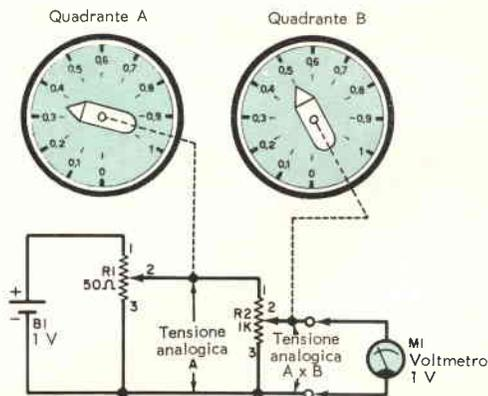
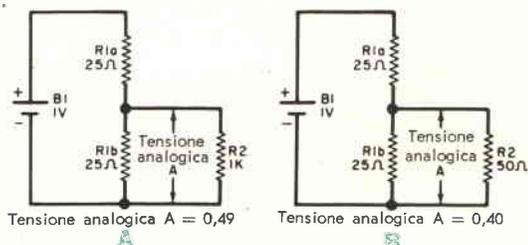
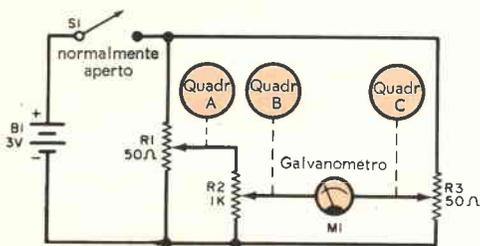

Fig. 2 - Due potenziometri collegati in cascata danno una tensione analogica pari al prodotto che si ha moltiplicando fra loro le indicazioni degli indici.
Fig. 3 - Questi circuiti mostrano la causa dell'errore di carico quando R2 ha il valore di 1 kΩ (A) e quando R2 ha invece il valore di 50 Ω (B).
**Fig. 4** - Quando la tensione sul cursore di R3 è uguale alla tensione analogica A per B, ossia è di 0,50 V, non è presente alcun errore di calcolo.
Questa apparente capacità dei potenziometri di compiere moltiplicazioni è posta meglio in luce dalla *fig. 2*. La batteria B1 applica 1 V ai capi del potenziometro R1; l'indice sul quadrante A viene portato su 0,36 così che la tensione analogica A ricavata sul cursore di R1, pari a 0,36 V, viene applicata al potenziometro R2. L'indice del quadrante B viene portato sulla posizione corrispondente a 0,5, così che la tensione al cursore di R2 sarà soltanto 0,5 volte la tensione applicata a R2, o più semplicemente sarà 0,36 moltiplicato 0,50. La tensione che si ricava dal cursore di R2 è appropriatamente chiamata tensione analogica A per B ed il voltmetro M1 indica che questa tensione ha il valore di 0,18 che corrisponde appunto al prodotto di  $0,36 \times 0,50$ .
**Errore di carico** - Ritornando nuovamente alla *fig. 2* si nota che il valore del poten-
ziometro R1 è di 50 Ω mentre il potenziometro R2 è un'unità da 1.000 Ω. La ragione di tutto ciò è molto semplice, purché si consideri la calcolatrice analogica come una semplice rete in corrente continua. La *fig. 3-A* è corrispondente alla *fig. 2* nel caso in cui il cursore di R1 sia posto sulla posizione di 0,50 ossia sulla sua posizione intermedia. Di conseguenza R1a
di *fig. 3-A* rappresenta la metà superiore di R1 di *fig. 2* (cioè la porzione compresa fra i terminali 1 e 2); analogamente R1b rappresenta la metà inferiore di R1 (cioè la porzione di circuito compresa fra i terminali 2 e 3). Noi sappiamo, dalla posizione dell'indice sul quadrante, che la tensione analogica A dovrebbe essere di 0,50 V. Tuttavia vediamo ora dalla *fig. 3-A*
In primo luogo, siccome R1b e R2 sono collegati in parallelo, la loro resistenza risultante è approssimativamente di 24,4  $\Omega$ . Usando la legge di Ohm troviamo che la caduta di potenziale ai capi di R1b (collegato in parallelo a R2) è approssimativamente di 0,49 V. Ciò significa che R2 di *fig. 2* tenderà ad abbassare il valore vero della tensione analogica A ed introdurrà un piccolo errore. Nel caso citato questo errore è soltanto del 2% che per questo semplice circuito di calcolatrice non è molto grande.
In *fig. 3-B* il valore di R2 è stato scelto di soli 50  $\Omega$  per illustrare l'effetto di carico di R2 su R1b. In questo caso, la resistenza risultante di R1b e R2 è approssimativamente di 17  $\Omega$ . Applicando ancora la legge di Ohm, troviamo che la tensione analogica applicata ai capi di R1b e R2 sarà approssimativamente 0,40 V.
Paragonata alla vera tensione analogica A che è di 0,50 V, l'effetto di carico di un potenziometro da 50  $\Omega$  introdurrà un errore del 20%, che è un errore inaccettabile nella maggior parte dei casi. Risulta quindi evidente che, quando due potenziometri sono collegati come in *fig. 2*, il secondo potenziometro (R2) dovrebbe avere un valore di resistenza molte volte maggiore di quello del primo (R1).
metro (M1) usato in *fig. 2* è quello di sostituire al voltmetro un indicatore che non assorba alcuna corrente per indicare la tensione analogica ricavata da un potenziometro. Un tale dispositivo è costituito dal galvanometro indicatore illustrato schematicamente in *fig. 4*.
Un esame più accurato del circuito di *fig. 4* rivela che la corrente scorre attraverso il galvanometro M1 ogni volta che i cursori dei potenziometri R2 e R3 sono su posizioni alle quali corrispondono potenziali diversi fra loro. Questa condizione produce una deflessione nell'indice del galvanometro che si sposta verso sinistra o verso destra rispetto alla sua posizione centrale di riposo o di zero.
Un fatto importante che si rileva da *fig. 4* è che il potenziometro R3 ha un valore di 50 Ω. Ciò è consentito in quanto in primo luogo R3 non carica i circuiti della calcolatrice quando si porti l'indice del quadrante sulla posizione corrispondente alla giusta risposta; in secondo luogo questo valore più basso è utile perché quando si sceglie una risposta sbagliata sul quadrante C la deflessione di M1 sarà molto più ampia a causa del grande passaggio di corrente attraverso l'equipaggio del galvanometro.
**Circuito completo** - Il semplice circuito di calcolatrice analogica riportato in *fig. 5* è identico a quello usato in una vera calcolatrice analogica di produzione industriale, e rappresenta il compendio dei circuiti illustrati in *fig. 1*, *fig. 2*, *fig. 3* e *fig. 4*. A questo proposito giova notare due punti interessanti: il primo è quello che la tensione della batteria B1 è di 3 V (in precedenza si era usata per B1 una batteria da 1 V). Questa variazione nel potenziale suggerisce che la tensione di B1 non è critica. Esaminando attentamente la *fig. 5* notiamo che B1 è collegata ai capi di due circuiti resistivi: le resistenze sommate di R1 e R2 e la resistenza di R3. Il galvanometro M1 viene usato per indicare la differenza di tensione zero tra i due percorsi resistivi né più né meno come in un ponte di Wheatstone; perciò finché i due rami resistivi ricevono la stessa tensione il suo valore non ha importanza.